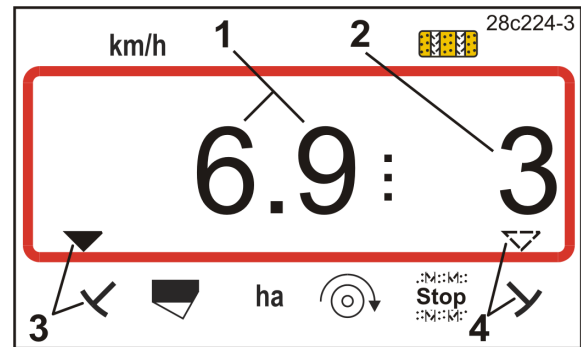
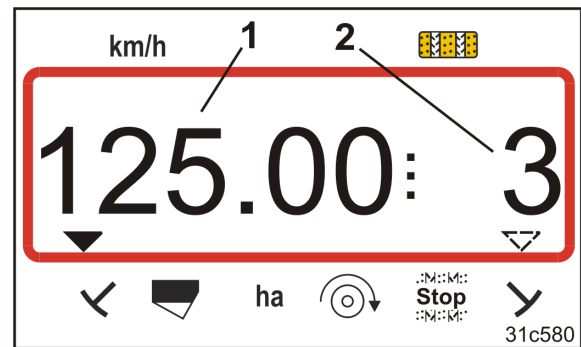

Fig. 36
Fig. 37
→ Tilbage til arbejdsvisningen (Fig. 36 eller Fig. 37).
(Fig. 36 eller Fig. 37).
Hvis der trykkes på tasten  under arbejdet, skifter visningerne (Fig. 36 og Fig. 37).
Visning (Fig. 36) under arbejde:
- kørehastigheden (Fig. 36/1), fx 6,9 km/t
- positionen for køresporstælleren (Fig. 36/2), fx køresportæller 3
- spormarkøren til venstre (Fig. 36/3) befinder sig i arbejdsstilling
- spormarkøren til højre (Fig. 36/4) er hævet.
Visning (Fig. 37) under arbejde:
- aktuel udbringningsmængde (Fig. 37/1), fx 125,0 [kg/ha]
- positionen for køresporstælleren (Fig. 37/2), fx køresportæller 3